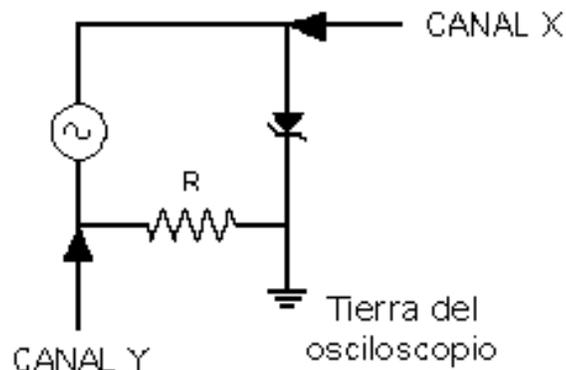

Figura 6.1. Circuito para observar la característica corriente–voltaje del diodo zener
a) Dado el circuito mostrado en la Figura 6.1, las especificaciones del dispositivo a su disposición y las indicaciones dadas por su profesor, determine el valor de la resistencia R y el valor pico de la amplitud que puede tener la señal producida por el generador para observar en el osciloscopio la característica i vs. v de este dispositivo.
b) Haga un diagrama de la señal que Ud. espera ver en la pantalla del osciloscopio, si las conexiones se realizan exactamente en la forma indicada en la Figura 6.1.
4.- Monte el circuito de la Figura 6.1 y obtenga en la pantalla del osciloscopio la curva característica de este dispositivo. Haga un diagrama en papel milimetrado. Si su osciloscopio tiene la posibilidad de invertir uno de los canales, obtenga la curva característica con la misma orientación que las curvas características estándar de los manuales y libros de texto y dibújela en el papel milimetrado. Identifique voltajes y corrientes clave en las curvas dibujadas.